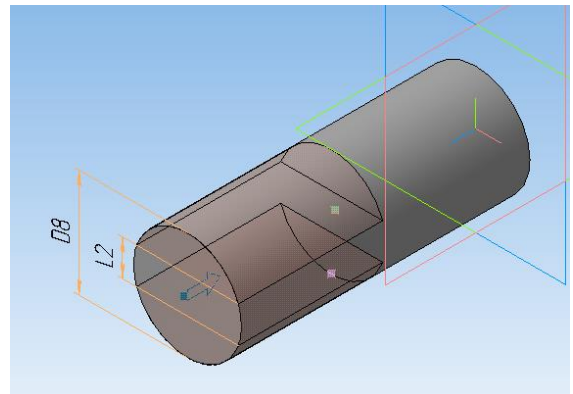

Рисунок 42.
9. Выполните *Вырезать выдавливанием* на расстояние **40мм.** (рисунок 42).